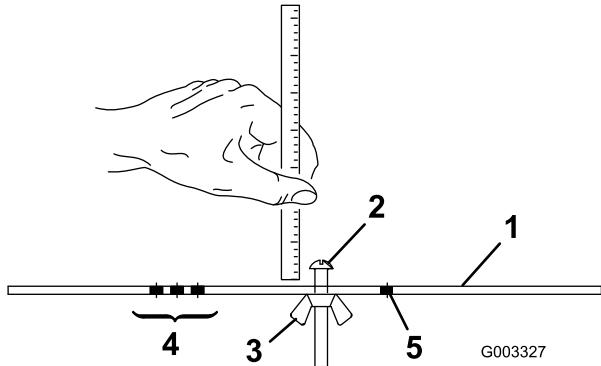

Figura 15
- Desaperte a porca da barra indicadora (Figura 15) e regule o parafuso de ajuste para a altura de corte desejada. A altura de corte corresponde à distância entre a parte inferior da cabeça do parafuso e a superfície da barra.